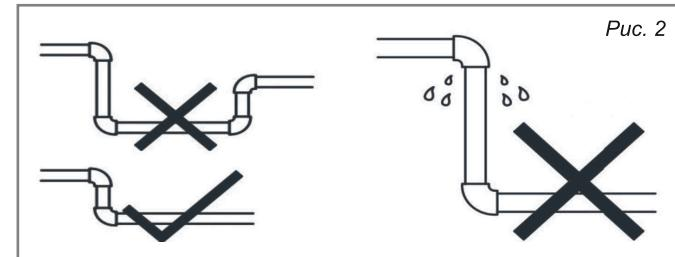

Рис. 2
- Для обеспечения эффективной работы мини-станции входной трубопровод должен быть как можно короче, иметь не более одного соединения коленчатого типа, герметичен и надежно зафиксирован (рис.2). При наличии более двух соединений коленчатого типа всасывание жидкости будет затруднено или невозможно.